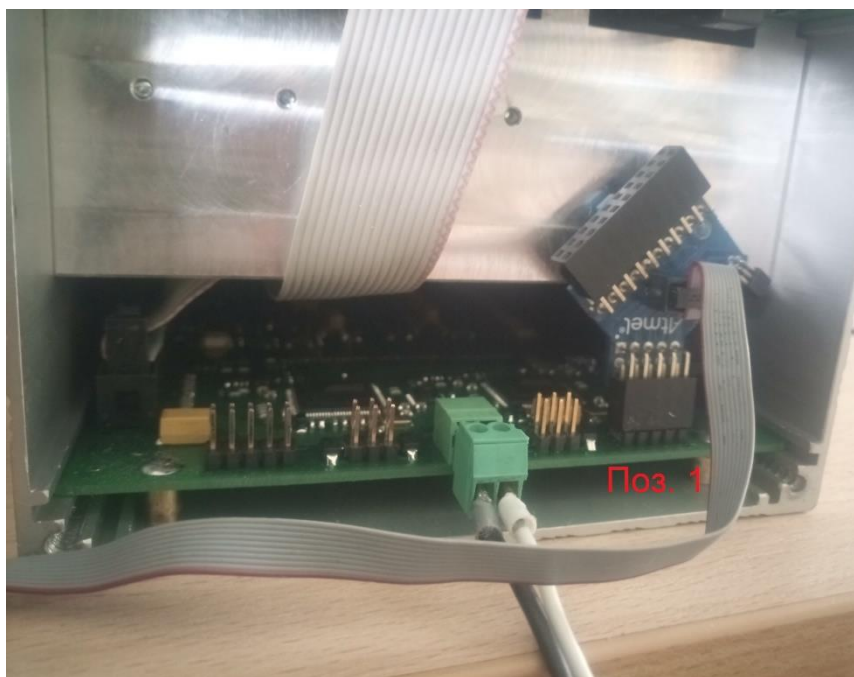

Рисунок 5. Подключение источника питания и жгута программатора для программирования второго микроконтроллера
1.3.2.6 Переключить жгут программатора к разъему для программирования второго микроконтроллера платы управления УБГ (поз.1 рисунок 5).